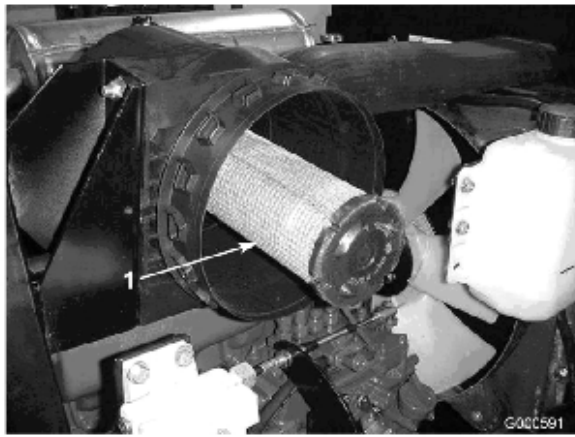

図 30
**重要** 安全フィルタ (図 30) は絶対に洗わないでください。安全フィルタは、1次フィルタの3度目の整備時に新品に交換します。